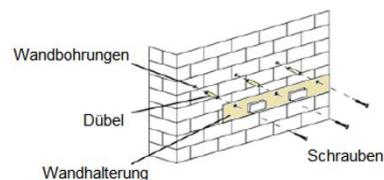

Fig. 1
2. Faça três furos na parede (ver Fig. 1).